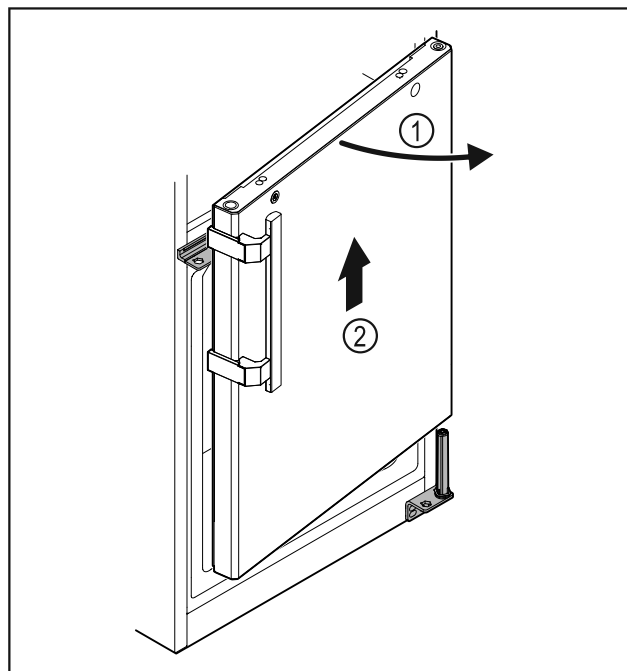

Fig. 24
- ▶ Слегка приоткройте дверь Fig. 24 (1), поднимите ее строго вертикально вверх приблизительно на 200 мм и снимите Fig. 24 (2).